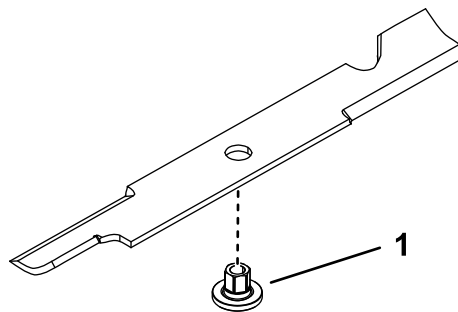

Bild 79
- Montieren Sie eine Buchse durch das Messer, wobei der Bund der Buchse auf der unteren (Gras-)Seite des Messers liegen muss (Bild 79).